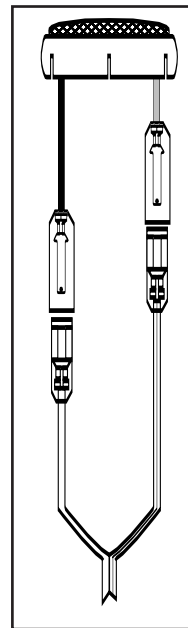

Figure 2
- Slip the male fast-on connector on the red tweeter wire onto the female connector on the white-striped wire from the crossover and the black tweeter wire to the un-striped wire (Figure 2). Make sure the clear plastic insulators fully cover the fast-on connectors otherwise you may short the tweeter leads and possibly damage your amplifier.
- Accouplez le connecteur mâle du fil rouge du tweeter avec le connecteur femelle du fil rayé blanc provenant du filtre séparateur - et le connecteur mâle du fil noir du tweeter avec le connecteur femelle du fil non rayé (Figure 2). Assurez-vous que l’isolation de plastique transparent recouvre complètement les connecteurs pour éviter les risques de court-circuit et de dommage à votre amplificateur.
9. Slip the male fast-on connector on the red tweeter wire onto the female connector on the white-striped wire from the crossover and the black tweeter wire to the un-striped wire (Figure 2). Make sure the clear plastic insulators fully cover the fast-on connectors otherwise you may short the tweeter leads and possibly damage your amplifier.
9. Accouplez le connecteur mâle du fil rouge du tweeter avec le connecteur femelle du fil rayé blanc provenant du séparateur, et le connecteur mâle du fil noir du tweeter avec le connecteur femelle du fil non rayé (Figure 2). Assurez-vous que l'isolant de plastique transparent recouvre complètement les connecteurs pour éviter les risques de court-circuit et de dommage à votre amplificateur.